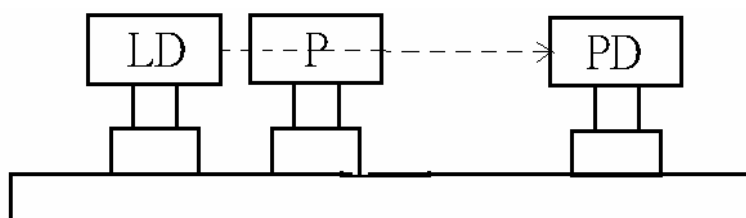

Fig. 7 – Alinhamento do polarizador (P: polarizador)
- Preparação da parte B da experiência:** Montar um polarizador no banco de óptica junto ao diodo LASER como indicado na Fig. 7. Assegurar-se que o feixe LASER passa pelo centro do polarizador. Ajustar o polarizador de tal modo que o feixe LASER incidente seja perpendicular ao plano do polarizador. (Sugestão: Pode inserir uma folha de papel semitransparente como ecrã para verificar se os pontos luminosos do feixe incidente e reflectido no polarizador coincidem um com o outro no papel.)